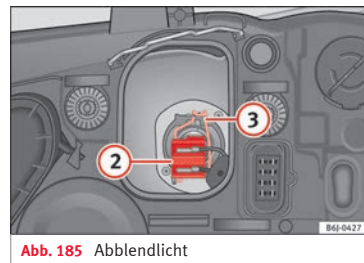

Abb. 185 Abblendlicht
- Ziehen Sie den Stecker **» Abb. 185 ②** von der Lampe ab.
- Nehmen Sie die Haltefeder »» **Abb. 185** ③ durch Eindrücken und Rechtsdrehung ab.